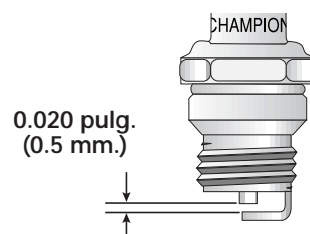

Fig. 44
3. Cambie las bujías que estén rajadas, sucias o deterioradas. Fije la separación de aire a **0.020 pulgadas (0.5 mm)** utilizando un calibrador (Fig. 44).